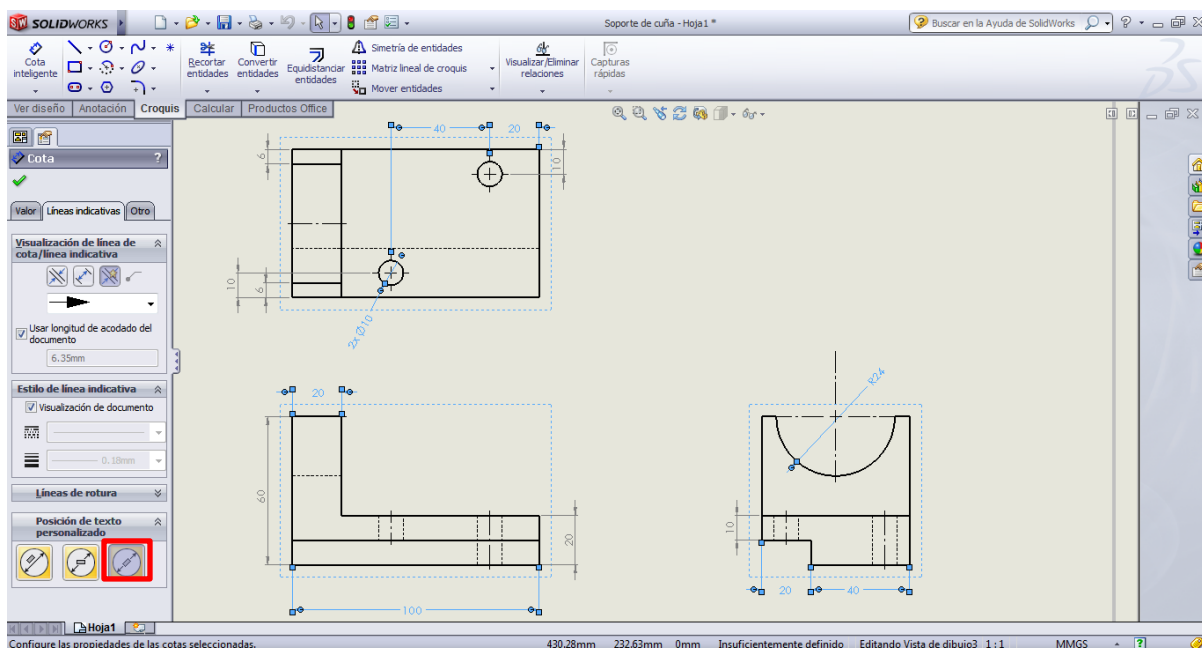

Figura 71. Estilo ISO-A en cotas horizontales.
- c) Seleccione todas las cotas horizontales y busque en la ventana *Líneas indicativas* >> *Posición de texto personalizado*, y seleccione la última opción, tal como se observa en la Figura 71. (Cotas horizontales resaltadas en azul; también fueron seleccionadas las cotas diametrales).